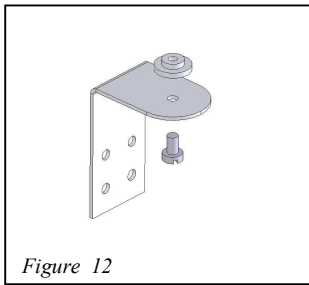
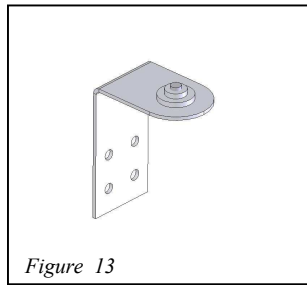

Figure 12
Figure 13
**Étape 8 :** Utiliser l'**équerre 2ème axe (4)**, voir figure 12. Puis visser un **axe court (9)** avec une **vis de 3mm (5)**. Voir figure 13.